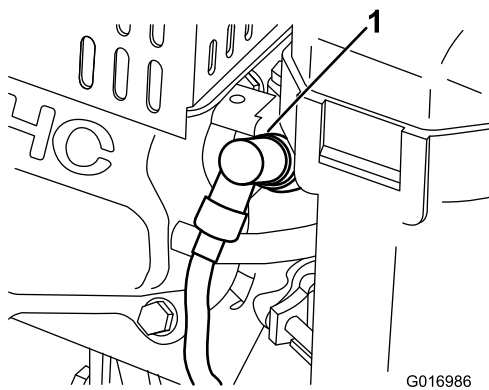

Figura 30
- Retire el cable moldeado de la bujía (Figura 30).